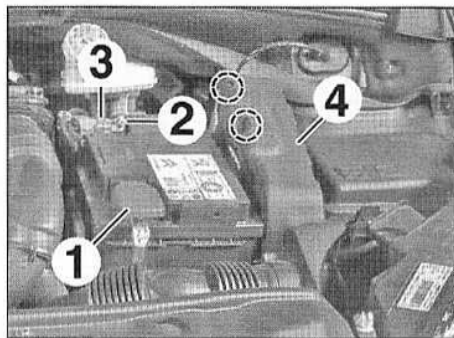

FIG.1
- Débrancher le raccord rapide (1) de la borne positive (Fig.1).